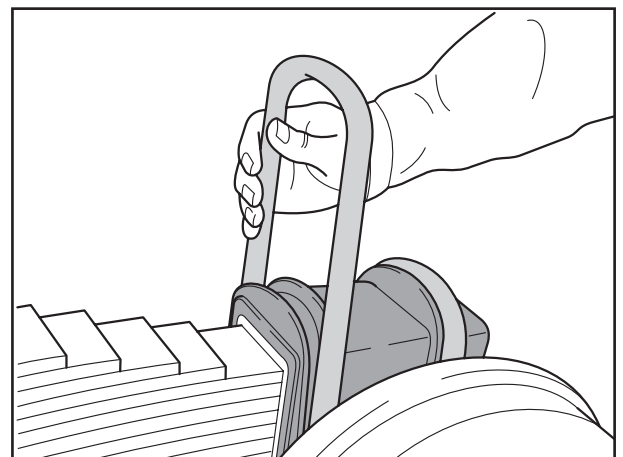

Fig. 8
- [12] Zwei neue Federbügel auf das Federspanngehäuse aufsetzen (Fig. 8).
[12] Fit both new axle U-bolts onto the spring housing (Fig. 8).
[12] Mettre en place les nouveaux deux brides de ressort sur le carter de ressort (fig. 8).